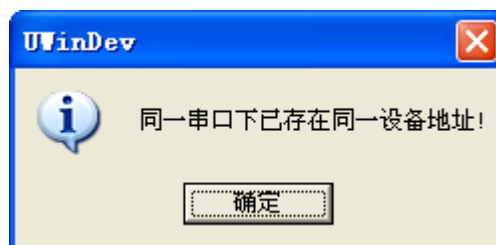

图 6-26 设备同地址提示
(5) 注意同一个串口下有且仅有一个设备地址的设备；例如已经定义了一个 MODBUS_RTU 设备，且设备地址和端口分别为 1 和 COM1，则会出现如图 6-26 所示的对话框。